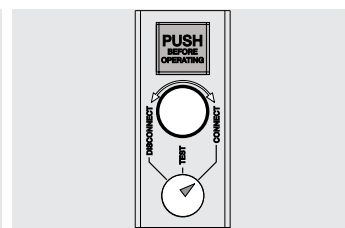

Figura 66
- interruptor en posición de insertado (véase Figura 66).